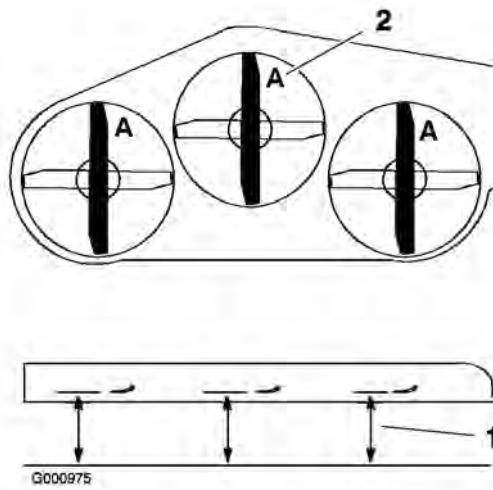

Figura 79
- Con la máquina ubicada en una superficie nivelada, coloque una cuchilla en posición longitudinal. Mida en la posición **A** desde una superficie nivelada hasta el filo de corte de los extremos de la cuchilla (Figura 79).